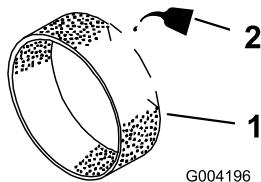

図 45
3. 乾いたらエンジンオイルを 60ccほど含ませる(図 45)。